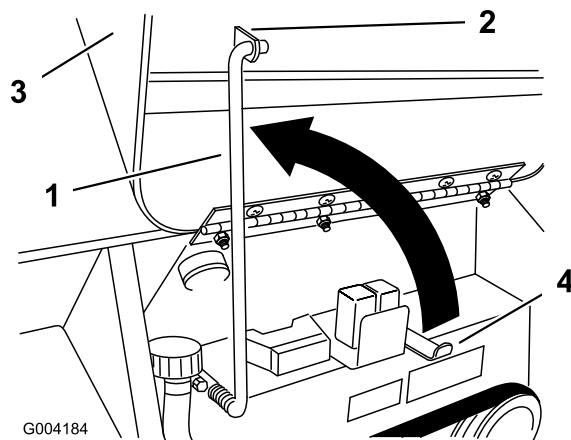

Figure 17
3. Relevez la béquille et engagez-la dans la patte sur le capot (Figure 17).